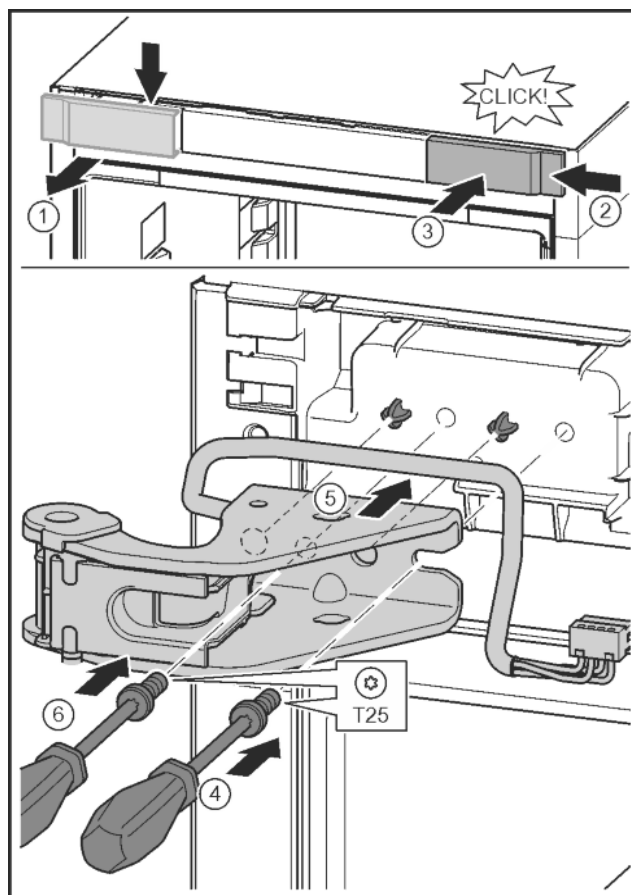

Fig. 26
- ▶ Відпустіть кришку та зніміть збоку. Fig. 26 (1)
- ▶ Почепіть кришку, що повернута на 180°, з іншого боку праворуч. Fig. 26 (2)
- ▶ Зафіксуйте кришку. Fig. 26 (3)
- ▶ Встановіть гвинт за допомогою викрутки T25. Fig. 26 (4)
- ▶ Встановіть верхній опорний кронштейн. Fig. 26 (5)
- ▶ Закрутіть гвинт. Fig. 26 (4)
- ▶ Встановіть та закрутіть гвинт за допомогою викрутки T25. Fig. 26 (6)